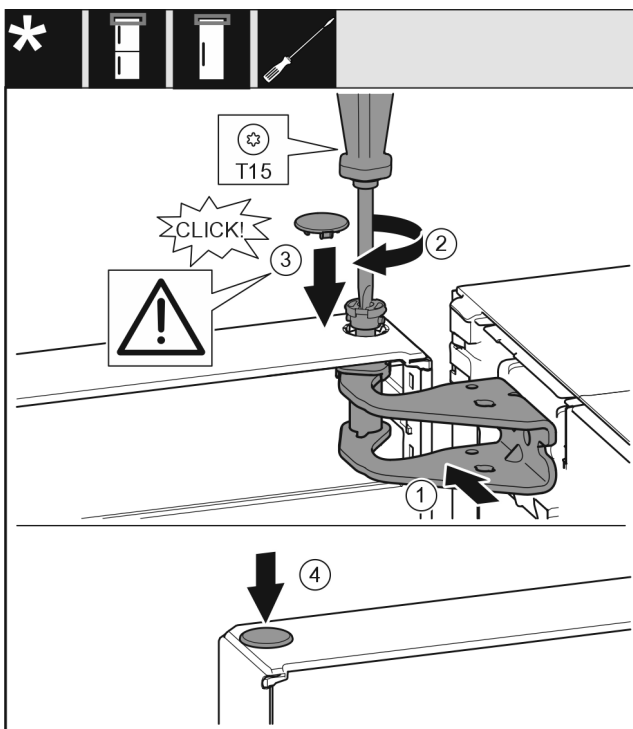

Fig. 22
- ▶ Выровняйте дверь вверху по отверстию в опорном кронштейне. Fig. 22 (1)
- ▶ Вставьте палец и затяните отверткой T15. Fig. 22 (2)
- ▶ Установите предохранительную крышку для защиты двери: Вставьте предохранительную крышку и проверьте, прилегает ли она к двери. В ином случае вставьте палец полностью. Fig. 22 (3)
- ▶ Вставьте заглушку. Fig. 22 (4)